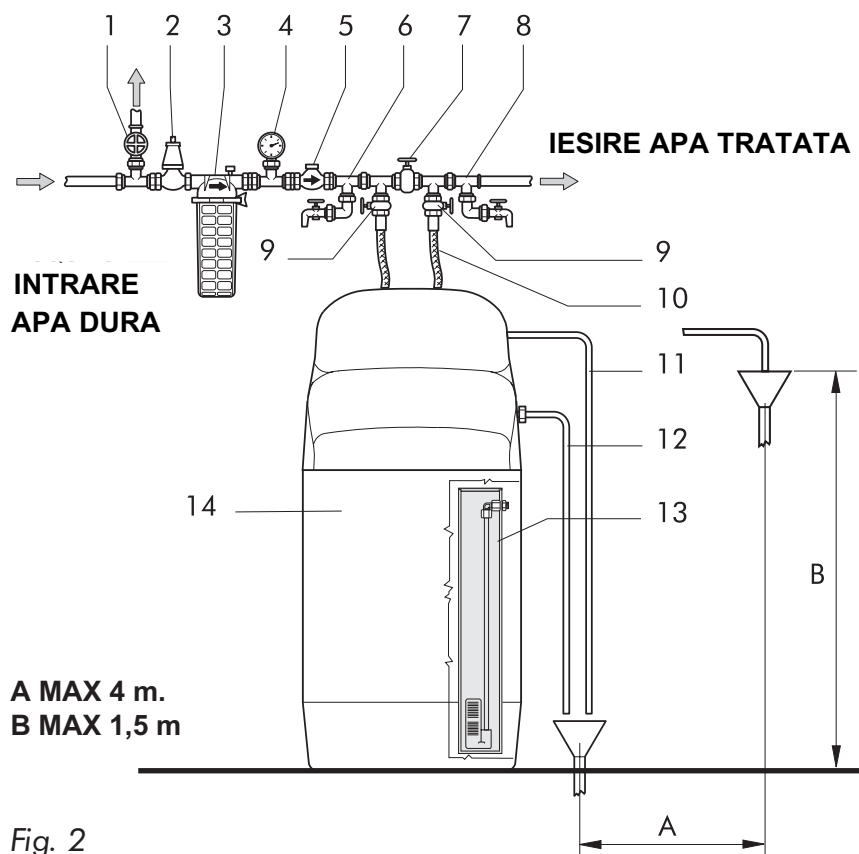

Fig. 2
- Racordati hidraulic ca in schema din Fig. 2, legand intrarea apei dure si iesirea apei dedurizate conform cu indicatiile sagetilor de pe valva.
- Executati legatura la evacuarea plasata in partea posterioara a aparatului (vezi Fig. 2).
- Tubul de evacuare trebuie sa fie vizibil si sa poata fi inspectat. Trebuie prevazuta o intrerupere intre tubul de descarcare si tubul cu palnie pentru colectarea descarcarii (vezi Fig. 2).
- Tubul de colectare cu palnie nu trebuie sa depaseasca o diferenta de nivel de 1,5 m de la podea. Tubul de evacuare nu poate fi mai lung de 4 m si nu trebuie sa creeze limitari apreciable de debit (vezi Fig. 2).
- 2 Mentineti deschis by-passul manual (vezi Fig. 2 poz. 7 pag. 7)